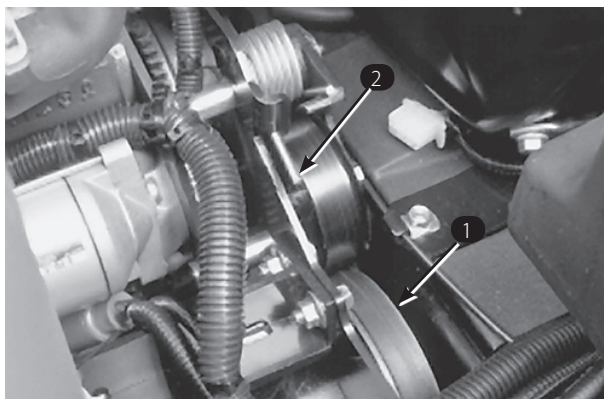

図 52
2. スプリングの端を前側に押し下げてブラケットから外し、スプリングのテンションをなくす (図52)。